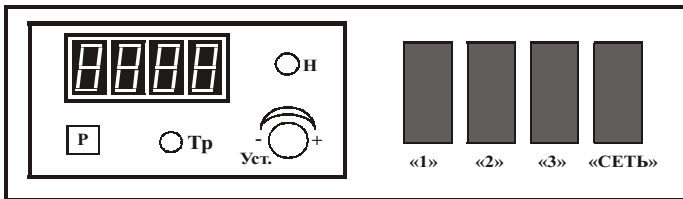

Рис. 2. Пульт управления ТПЦ-450К
7. Включить на пульте управления (рис.2):